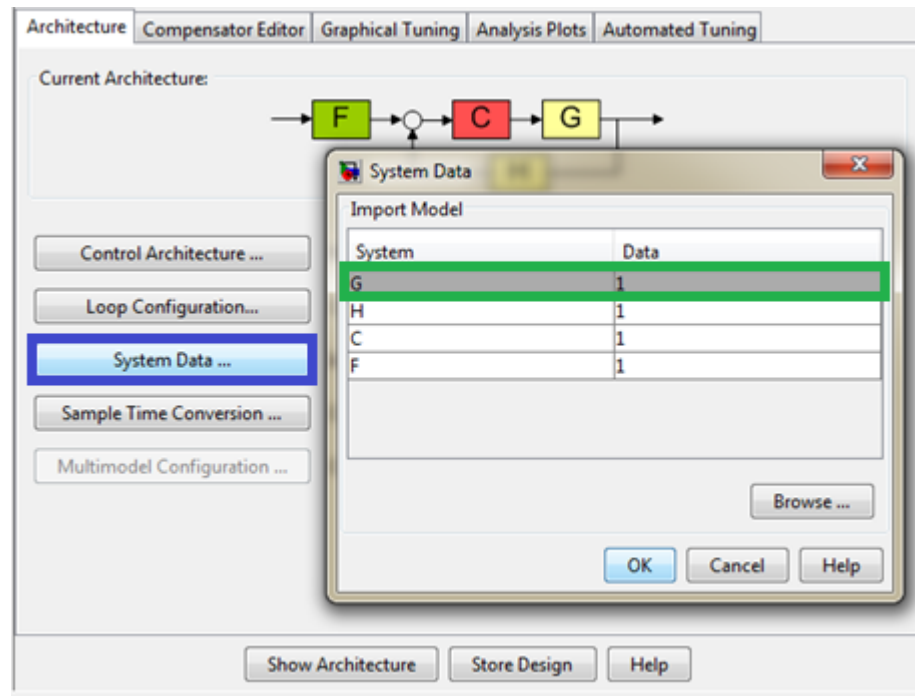

Figura 40. Esquema pestaña Architecture.
- Configure los bloques del controlador en la pantalla principal de Sisotool haciendo click en *System Data* recuadro azul Figura 40 se abrirá la ventana de carga de funciones.
- En la ventana *System Data* configure todos los valores excepto G recuadro verde Figura 40, en 1 que es el valor por defecto. Para modificar el bloque G, escoger G recuadro verde Figura 40. de click en Browse. Como se muestra en la Figura 40, se abrirá una nueva ventana.